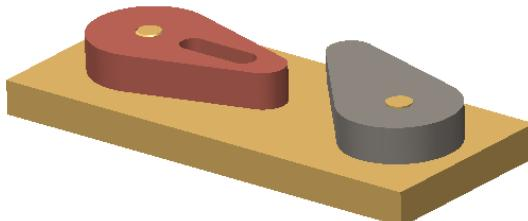

图 7.4.9 调整模型位置
(4) 单击操控板中的√按钮，完成销连接的创建。
(5) 调整模型的位置如图 7.4.9 所示。